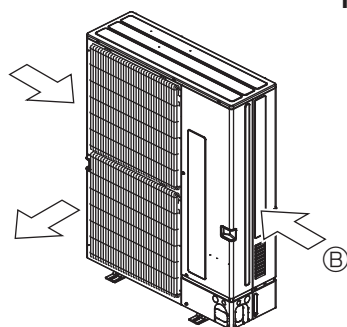

Fig. 2-4
- Placer l'appareil de sorte que la sortie d'air souffle dans la direction perpendiculaire à celle des vents saisonniers, si celle-ci est connue. (Fig. 2-4)